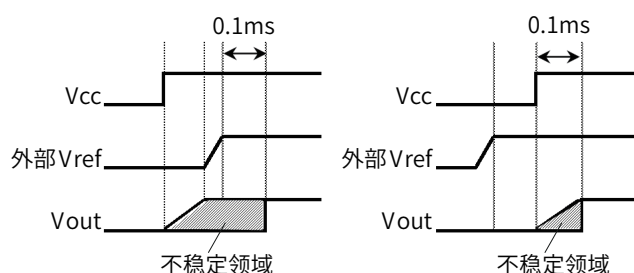

图 9. 为 Vout 输出稳定时间
③ 在电流传感器的 Vcc 没有供电的状态下即使从外部输入到 Vref 端子上 Vout 输出也仍为 0V。
④ Vout 输出的稳定是 Vref 和 Vcc 稳定后的 0.1 毫秒后。(图 9)